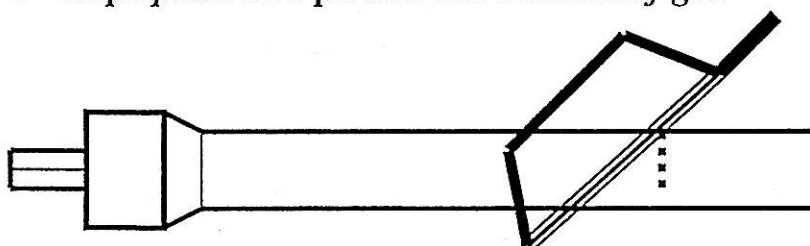

FIG 3
- o Kapa *plaströret* på den ena delen enl.fig.3.